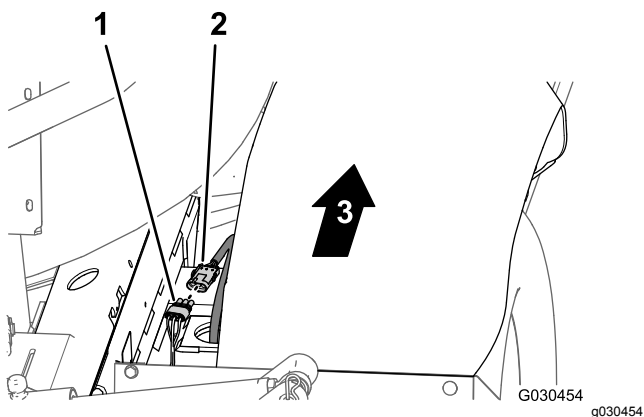

Figure 135
2. À l'arrière de la machine (entre le tube de cadre droit et l'aile droite), branchez le connecteur à 3 broches du faisceau du capteur de vitesse sur le moteur de traction hydraulique droit au connecteur à 3 douilles (non identifié) du faisceau principal arrière (Figure 135).